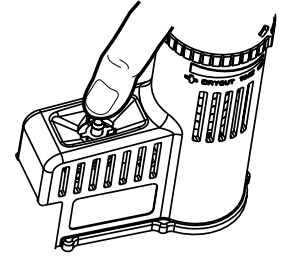

Figure 1
- Das Gerät kann autonom folgendermaßen getestet werden: Drücken Sie die Auslöse-Taste am Sensor herunter und halten Sie sie gedrückt. Nach 3 Sekunden sollte die hervorstehende LED einmal aufblinken. Lassen Sie den Knopf los und nach 3 Sekunden sollte die LED noch einmal aufblinken (Abb. 1).